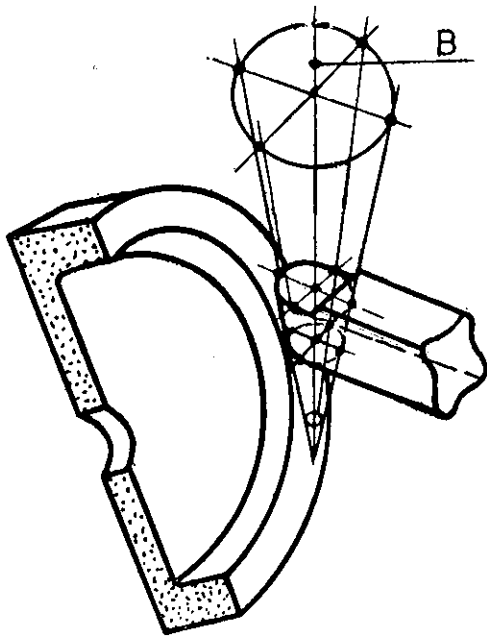

Fig. 33
2.º) Por otra parte, si se tiene el eje de pivotación **B** vertical según se puede apreciar en la fig. 33, el eje de la muela con la inclinación del ángulo de incidencia correspondiente a la cuchilla, y la cuchilla en posición horizontal, se obtendrá un ángulo de incidencia del radio ejecutado con proyección cónica, es decir, que dicho ángulo de incidencia se mantiene uniforme en todo el perfil de la cuchilla, pero resulta, que a medida que se afila la superficie de desprendimiento, el radio va decreciendo su valor puesto que su proyección es cónica.